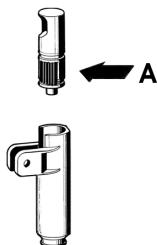

figura 2
- 2 - Lubricar el pistón del grifo (en la zona A indicada en la Figura 2) utilizando exclusivamente la grasa proporcionada por el fabricante u otra grasa adecuada para uso alimentario.